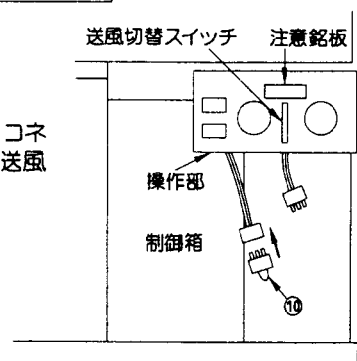

図5
(1) 取付要領
■送風切替スイッチと制御箱間とのコネクタを外してください。(図5)
■制御箱側のコネクタに付属のコネクタ⑩を取付けてください。(図5)
(2) 注意銘板⑪の貼り付け位置
注意銘板⑪は、図5に示す位置に貼り付けてください。